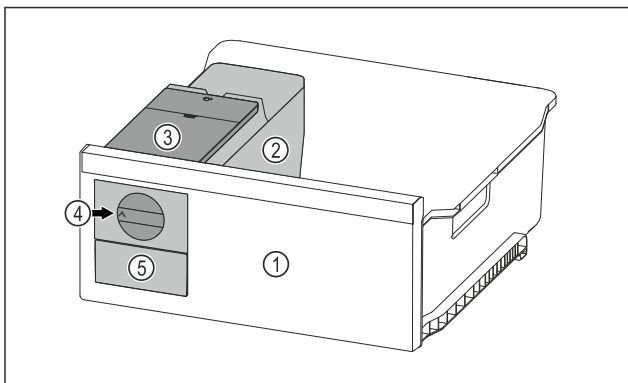

Fig. 90 Ілюстративне зображення
- ▶ Поворотну ручку Fig. 90 (4) повернути за годинниковою стрілкою до упору.
- ▷ Кубики льоду випадають із ванночки для кубиків льоду у висувний ящик для кубиків льоду Fig. 90 (5).